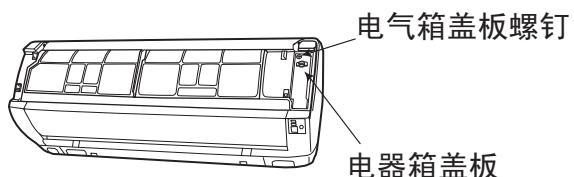

图14-2
### (2) 打开面板，拧下电气箱盖板固定螺钉，取下电气箱盖板。（如图14-2）
- 连接电缆连接结束后，用螺钉将接线盖板固定（如图14-2）。
- 然后用手将面框右下角风室下盖板④、⑤处的勾子沿箭头相反方向推紧，装上风室下盖板，然后关上面板。